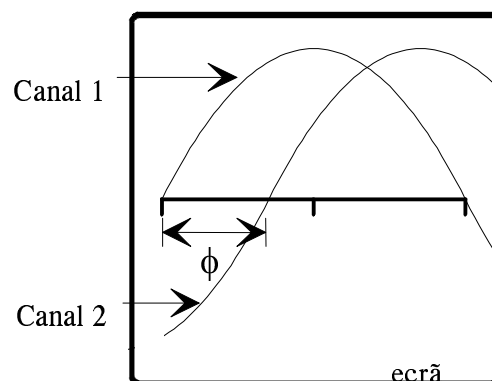

Figura 9 - Medição de defasagens com o osciloscópio.
- colocando agora a entrada do canal 2 também em DC, procura-se na quadrícula o número de divisões entre a passagem por zero dos sinais 1 e 2, e multiplica-se por 18° (ou $0,31415$ rad) para se ter a defasagem ϕ em graus (ou radianos). Na figura 9 apresenta-se um exemplo em que o sinal no canal 2 está atrasado de ϕ em relação ao sinal do canal 1.